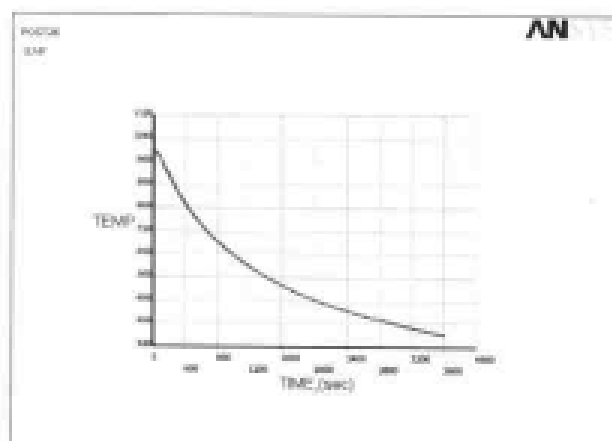

图 11-68 型钢中心点温度随时间的变化关系曲线
(10) 选择 Main Menu | TimeHist Postpro | Graph Variables 命令, 出现 Graph Time-History Variables 对话框, 在 NVAR1 1st variable to graph 文本框中输入 2, 单击 OK 按钮, ANSYS 显示窗口显示型钢中心点温度随时间的变化关系曲线, 如图 11-68 所示。